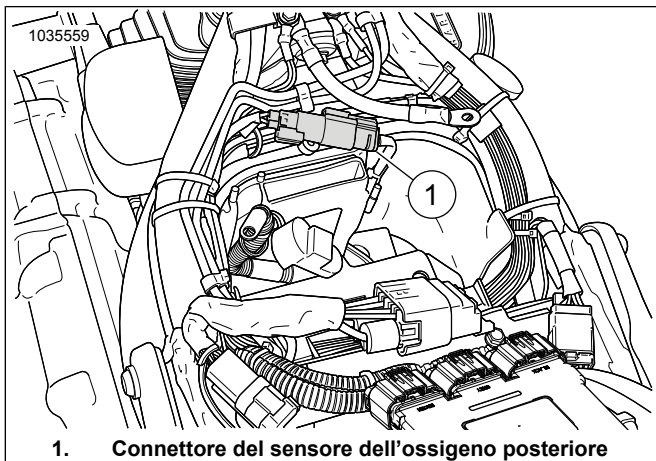

Figura 31. Posizione del sensore dell'ossigeno posteriore
Vedere Figura 31 Scollegare i connettori del sensore dell'ossigeno posteriore (1) dal cablaggio principale.
Vedere Figura 31 Disporre il connettore del cavo nero verso il cablaggio principale. Abbinare i connettori in base al colore: nero con nero.